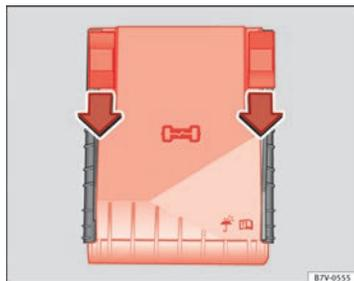

Fig. 202 Dans le compartiment moteur : cache du boîtier de fusibles.
- Déplacez les agrafes de fixation vers l'avant, dans le sens indiqué par la flèche pour déverrouiller le cache du boîtier de fusibles ⇒ fig. 202.